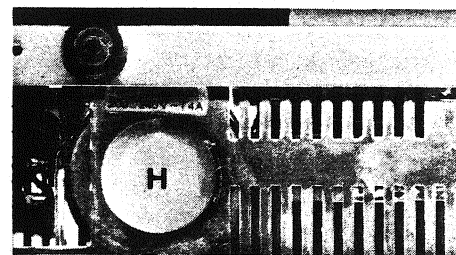
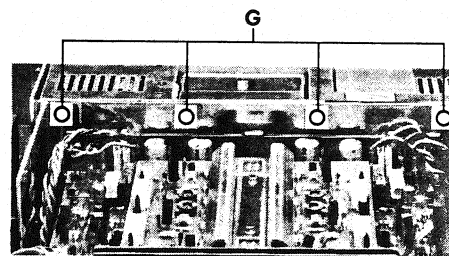

Fig. 2.8
Fig. 2.9
2.9 Netzteil ausbauen (Fig. 2.8 und Fig. 2.9)